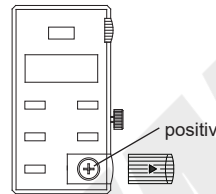

Abb. 1
1. Legen Sie die Batterie in die Waage, die positive Seite der Batterie muss nach außen zeigen (Abb. 1).